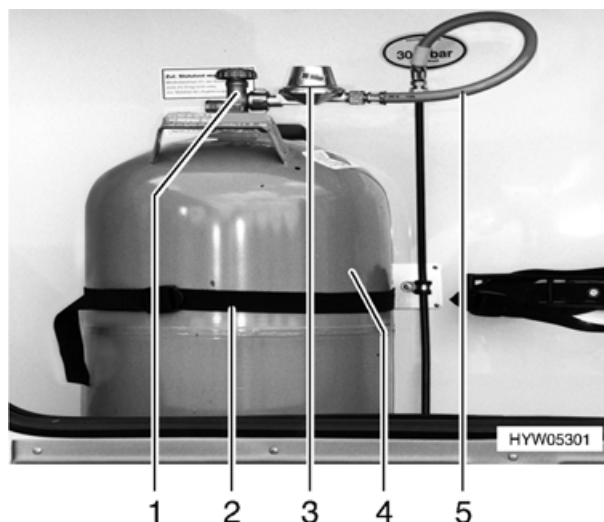

Fig. 52 Vano portabombole
- Chiudere la valvola principale (Fig. 52,1) della bombola del gas (Fig. 52,4). Osservare la direzione della freccia.
- Svitare a mano il regolatore di pressione del gas (Fig. 52,3), con tubo (Fig. 52,5), dalla bombola del gas (filettatura sinistrorsa).
- Allentare la cinghia di fissaggio (Fig. 52,2) ed estrarre la bombola del gas.